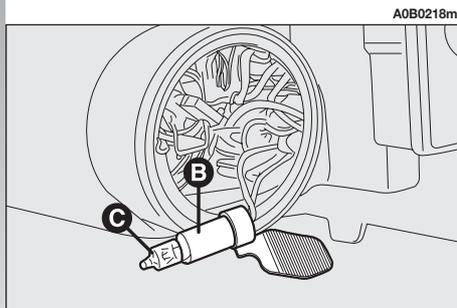

fig. 37
– Estrarre la lampada (**C-fig. 37**), dal portalamпада, spingendola leggermente e girandola in senso antiorario.
– Sostituire la lampada e reinserire il portalamпада (**B-fig. 37**) nella sua sede.